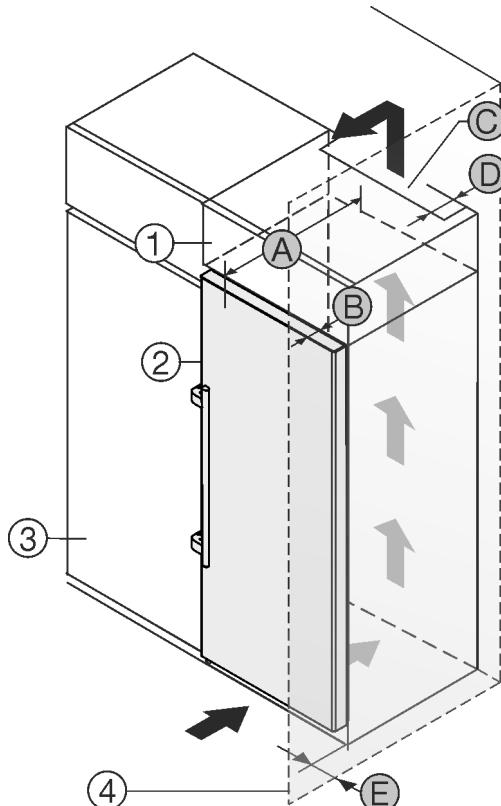

Fig. 1
Вы можете установить устройство непосредственно рядом с кухонным шкафом Fig. 1 (3).
На задней стенке дополнительного шкафчика должен быть вентиляционный канал с глубиной Fig. 1 (D) по всей ширине этого шкафа.
Нужно соблюдать вентиляционное отверстие Fig. 1 (C) под нижней панелью.
Если устройство устанавливается на шарнирах у стены Fig. 1 (4), то расстояние между устройством и стеной должно быть не менее 57 мм. Это соответствует расстоянию, на которое выступает ручка при открытой дверце.
Чтобы можно было полностью открыть дверь, устройство должно выступать на глубину двери Fig. 1 (B) относительно передней стенки кухонного шкафа. В зависимости от глубины кухонных шкафов Fig. 1 (3) и использования пристенных распорок устройство может выступать и больше.